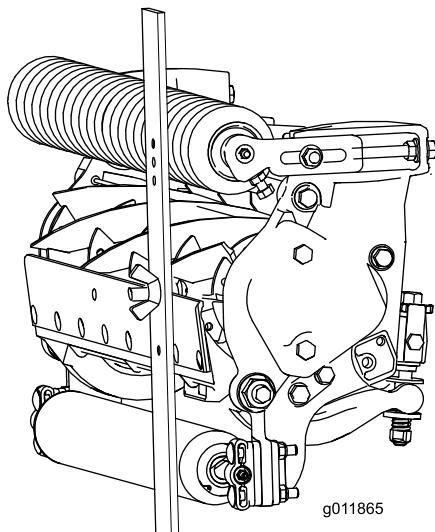

Рисунок 19
3. Зашепите головку винта за режущую кромку неподвижного ножа и приложите заднюю часть планки к заднему валику (Рисунок 19).
4. Поворачивайте регулировочный винт до тех пор, пока передний валик не коснется измерительной планки (Рисунок 19). Регулируйте оба конца валика до тех пор, пока весь валик не встанет параллельно неподвижному ножу.